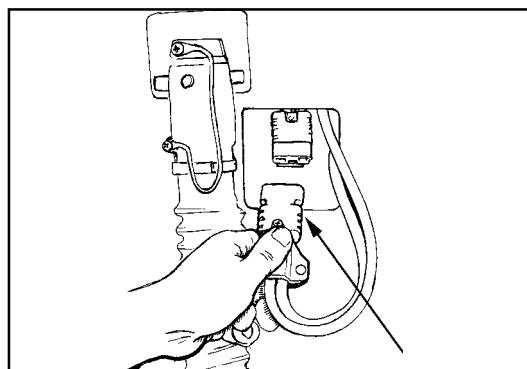

Abb. 14A
4. Trennen Sie die Verbindungsklemme der Batterieeinheit von der Verbindungsklemme des Kontrollgehäuses. Siehe Abb. 14A.